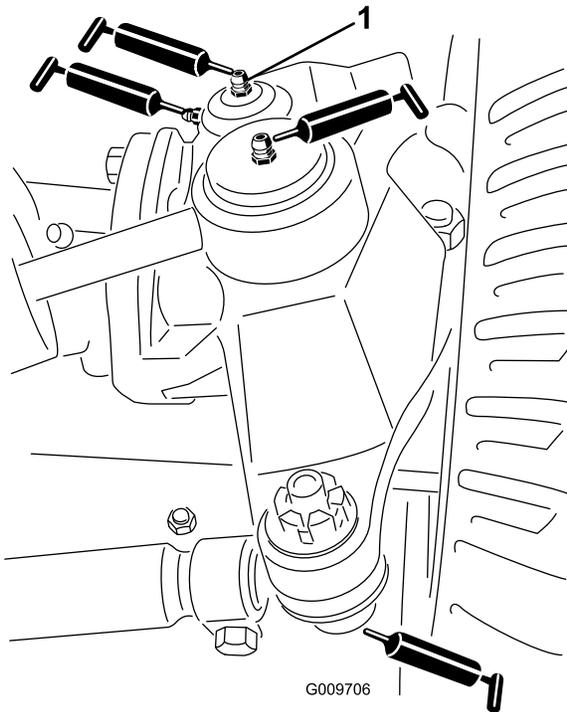

Figure 103
- Rotules de vérin de direction (2); voir Figure 103.
- Rotules de biellettes (2); voir Figure 103.
- Bagues de pivots de fusées (2); voir Figure 103.